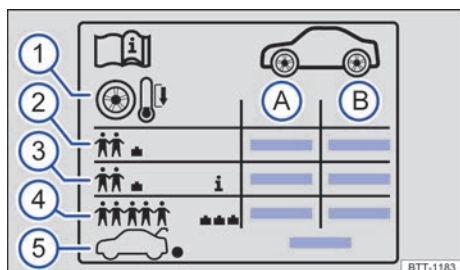

Fig. 216 Símbolos en el adhesivo de la presión de inflado de los neumáticos (representación esquemática).
Datos que figuran en el adhesivo de la presión de inflado de los neumáticos → fig. 216:
En función del vehículo, el adhesivo de la presión de inflado de los neumáticos puede incluir una presión de inflado de confort → fig. 216 ③. La presión de inflado de confort permite aumentar el confort de marcha. Cuando se circula con la presión de inflado de confort, puede que se incremente el consumo de combustible.